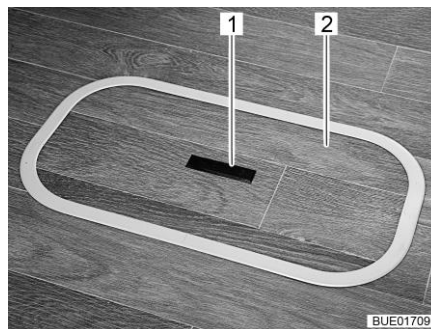
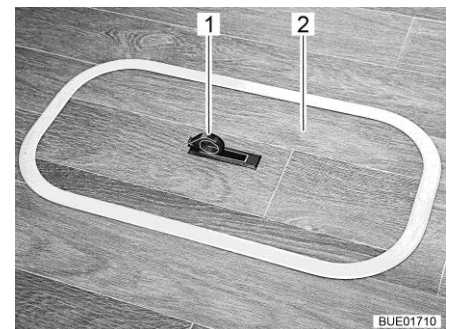

Bild 44 Abdeckung Bodenfach (Griff versenkt)
Bild 45 Abdeckung Bodenfach (Griff herausgeschwenkt)
- Auf einer Seite die Griffplatte (Bild 44,1) nach unten drücken. Der Griff (Bild 45,1) schwenkt nach oben.
- Die Abdeckung (Bild 44,2 bzw. Bild 45,2) nach oben abnehmen.